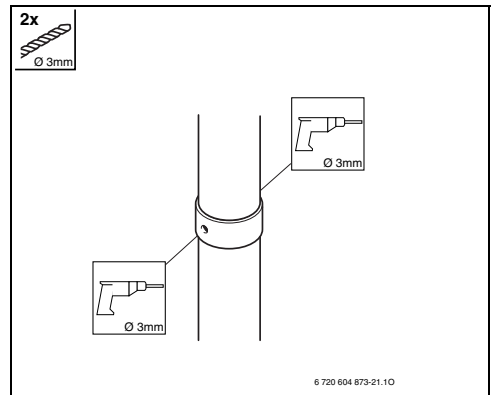

Fig. 27
► Abrir dos orificios de Ø 3 mm, en el tubo del aire de combustión. Profundidad máxima del orificio Ø 8 mm! En ningún caso podrá el tubo de gases de combustión ser dañado (Fig. 27).